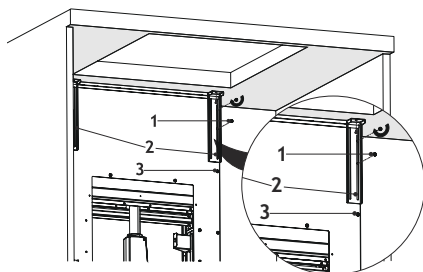

Fig. 16
6. ➔ Montér nu emhætten fast vha. de 2 x korte monteringsbeslag op i bordet. (Fig. 16)